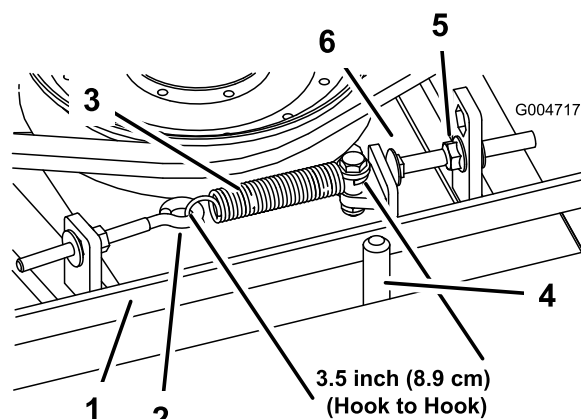

Figura 70
Quando la tensione è corretta, la molla di prolunga (da gancio a gancio) deve essere lunga circa 8,9 cm  $\pm$  63 cm (misura interna). Quando la tensione della molla è giusta, regolate il bullone di arresto (bullone a testa tonda) fino ad ottenere un gioco di 32 cm + 152/,000 cm tra la testa del bullone ed il braccio di rinvio (Figura 70).
**Nota:** Verificate che la cinghia si trovi dal lato molla del guidacinghia (Figura 70).
2. Allentate il bullone ad occhio per consentire la rimozione della molla di prolunga (Figura 70).
3. Allentate il dado flangiato che fissa il bullone di arresto alla linguetta di montaggio. Allentate il dado quanto basta per consentire al braccio di rinvio di oltrepassare il bullone di arresto (Figura 70). Allontanate la puleggia tendicinghia dalla cinghia in modo da allentare la tensione della cinghia.
8. Ricollegate la molla di prolunga (Figura 70) al bullone ad occhio e tendete la cinghia come segue: